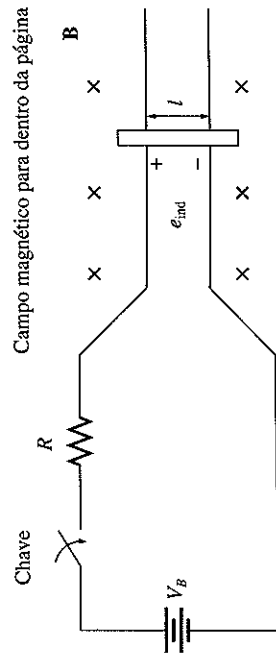

FIGURA 1-19
A Figura 1-19 mostra uma máquina linear CC. Ela consiste em uma bateria, uma resistência e uma chave conectadas a um par de trilhos sem atrito. Ao longo do leito desliza uma barra de metal condutora, de densidade uniforme e orientada para dentro da página. Uma barra de metal condutora está assentada sobre os trilhos.
3. Lei de Kirchhoff das tensões para essa máquina. Da Figura 1-19, essa lei resulta em